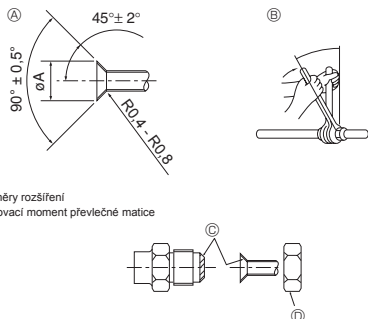

Fig. 5-1
Ⓐ (Fig. 5-1)
Ⓑ (Fig. 5-1)
5.2. Spojení potrubí (Fig. 5-1)